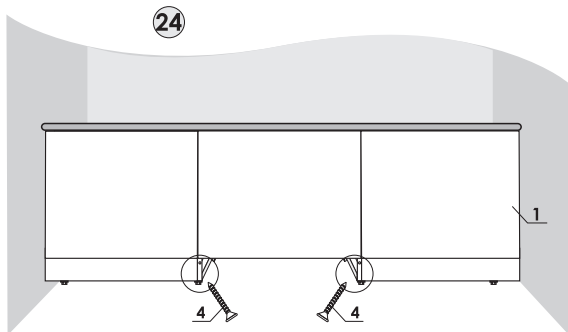

рис. 24
24. Через отверстия в ножках шурупами 4x35 соедините раму экрана и раму ящика (рис. 24)